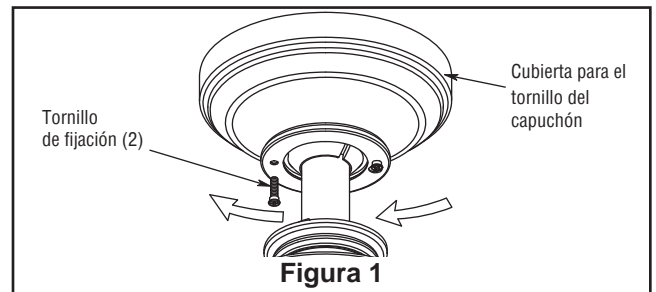

Figura 1
1. Retire uno de los dos tornillos de reborde de la abrazadera para colgar. Afloje el segundo tornillo de reborde sin retirarlo del todo. Ensamble la base girando el chavetero de la base sobre el tornillo de reborde de la abrazadera para colgar. Ajuste el tornillo de reborde. Ensamble por completo el segundo tornillo de reborde que antes había retirado y ajústelo. (Figura. 1)